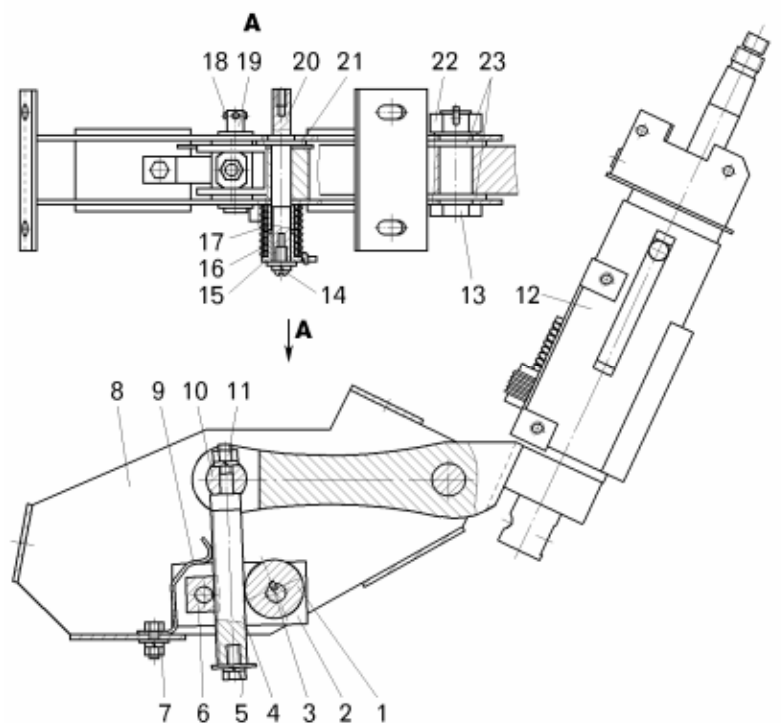

Рисунок 11.2 – Рулевая колонка с кронштейном:
- расшплинтовать и отвернуть гайку 22 (рисунок 11.2) на оси 13;
- отвернуть гайку 11 (смотри рисунок 11.2) штока 4;